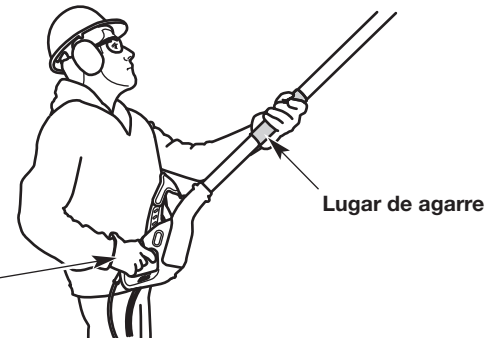

Fig. 9
- Sostenga la pértiga con la mano izquierda. Mantenga el brazo izquierdo recto. Mantenga siempre la pértiga en la zona de agarre (Fig. 9).
- Sujete la unidad a la altura de la cintura (Fig. 9).